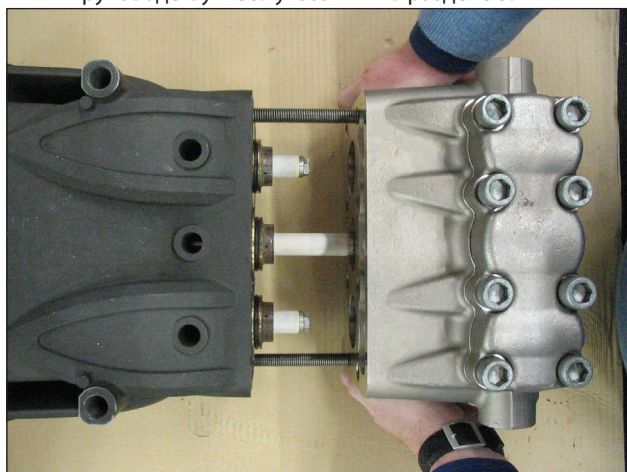

Рис. 33
- В) Смажьте компоненты ②③⑤ силиконовой смазкой типа OCILIS, код 12001600; считается, что это также улучшает усадку кромки уплотнений на поршне.
2. С помощью двух вспомогательных винтовых штифтов (код. 27508200), прикрепленных к картеру, как показано на Рис. 33, установите торец в сборе; при этом убедитесь, что он отцентрирован только по центральному поршню.